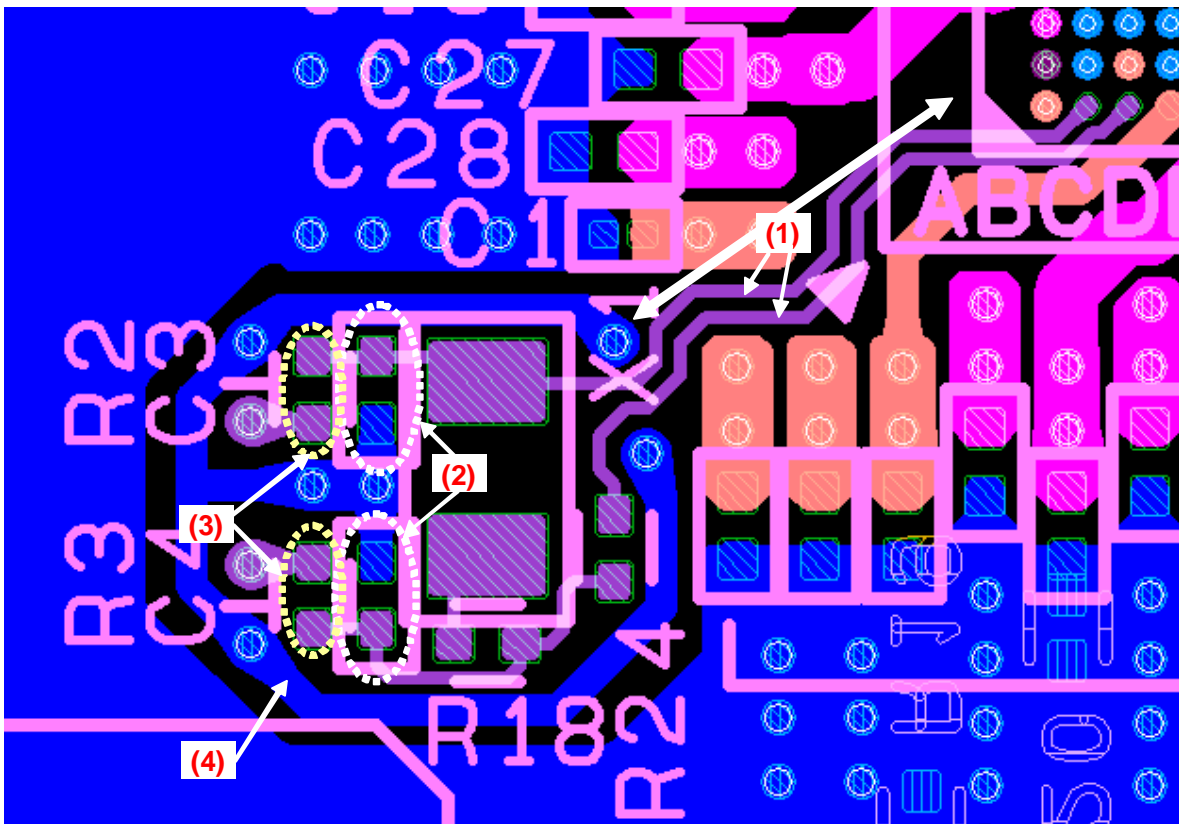

图.1-11: 评价板格局示例 (顶层)
- (1) 请将晶振放置在尽可能靠近RC5T583S的地方。对于没有via的单层板上的走线应尽可能的短，并且请勿添加多余的走线例如监测线。
- (2) 请将输入及输出电容(图.1-11 中所示的 C1 及 C2)放置在尽可能靠近晶振单元的地方，以避免额外的寄生电阻和电容。
- (3) 请优先画 Rx 及 Rd 的焊盘，因为当使用振荡器超出“驱动级别”的指标时，需要通过添加 Rx 和 Rd 来调整。
- (4) 请确认将振荡电路的 GND 通过 via 或 through hole 接至 GND 层时，在器件这一边没有连接其他 GND。请勿在晶振的层上放置信号线之类的走线。同样，请勿在振荡器焊盘之间放置 GND 避免寄生电阻。请将振荡电路的 GND 通过 via 直接连接至 GND 层。